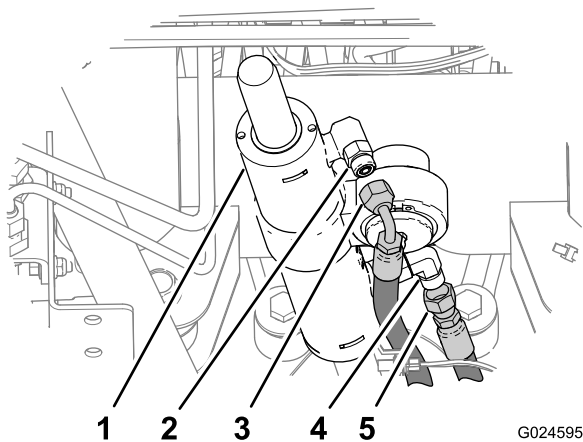

Figura 20
- Scollegate il tubo di ritorno dal raccordo idraulico a 90° nel foro di ritorno del cilindro dello sterzo (Figura 20).
3. Scollegate il tubo di mandata dal raccordo idraulico diretto nel foro di mandata del cilindro dello sterzo (Figura 20).
1. Collegate il tubo di ritorno al raccordo idraulico a 90° al foro di ritorno del cilindro dello sterzo (Figura 20 e Figura 24).
2. Collegate il tubo di mandata dal raccordo idraulico diretto nel foro di mandata del cilindro dello sterzo (Figura 20 e Figura 24).